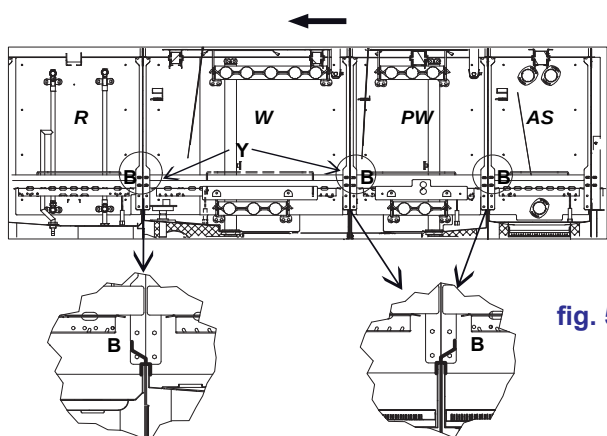

fig. 5
Insérez la protection du module **B**, faisant attention au sens de l'avancement comme indiquée dans l'image, en le fixant en utilisant les vis fournies (voir fig. 5).
- 4) Insérez les guides paniers postérieurs **C** à l'intérieur de la machine en les bloquant dans leurs propres sièges en utilisant les fentes des modules, indiqués avec **Y** dans l'image précédente (voir fig. 5 et 6).